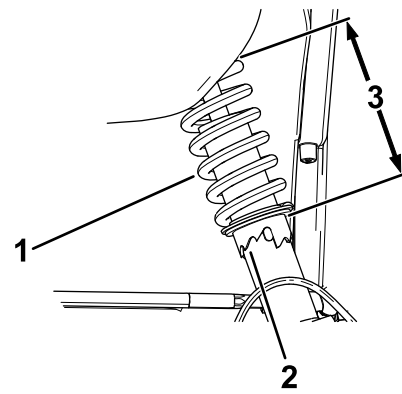

Bild 50
2. Wenn der Radsturz nicht richtig eingestellt ist, drehen Sie den Stelling am Stoßdämpfer mit einem Gabelschlüssel, um das Rad einzustellen (Bild 50).